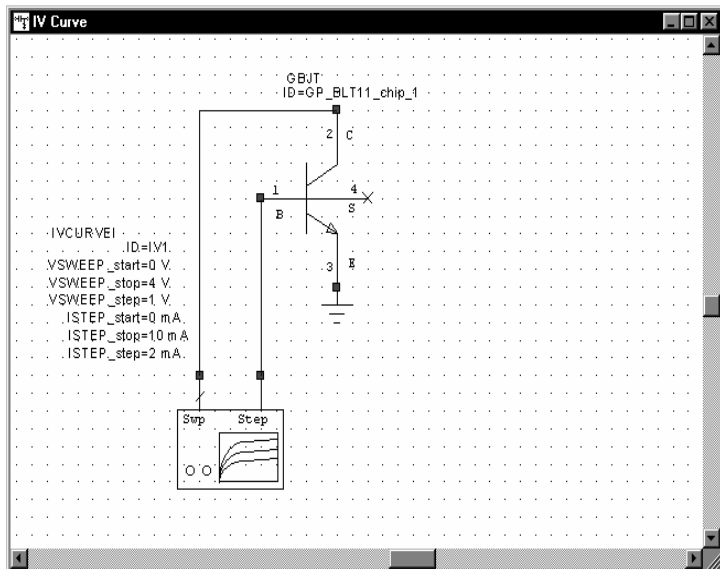

Рис. 3.3
2. Нажмите левой кнопкой мышки на модель **IV CURVE1** и, не отпуская кнопки мышки, перетащите её в окно схемы, отпустите кнопку мышки, позиционируйте элемент как показано на рис. 3.3 и щёлкните левой кнопкой мышки, чтобы зафиксировать его.